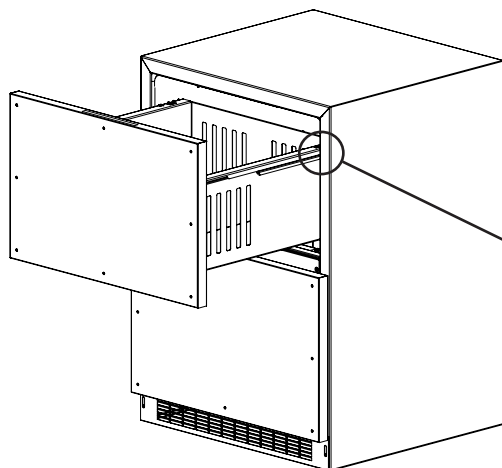
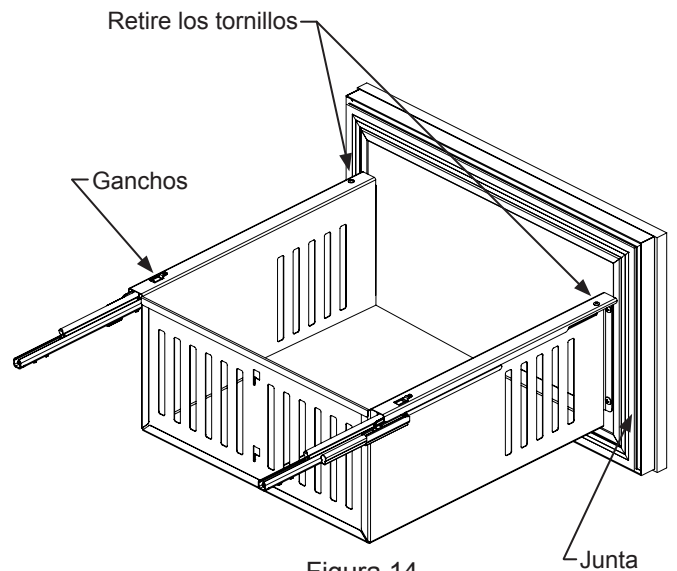

Figura 13
Figura 14
1. Comience desmontando la gaveta superior (vea la Figura 13). Quite los tornillos que sujetan la gaveta a las correderas (vea la Figura 14). Tire de la gaveta hacia delante, levante hacia arriba y hacia afuera para desenganchar los ganchos de la parte trasera de la gaveta. Mueva la gaveta hacia delante aproximadamente 1" (2,5 cm) y apóyela sobre las correderas. En la esquina trasera derecha de la gaveta desconecte el cable de la pantalla (vea la Figura 13). Desmonte la gaveta de la unidad levantándola y retirándola de las correderas. Repita el procedimiento para la gaveta inferior sin tener en cuenta las instrucciones referidas al cable pues no existe en la gaveta inferior.
2. Retire el separador de gaveta de la gaveta superior y quite la junta de la parte delantera de la gaveta. (vea la Figura 14). Para ello tire de la junta fuera del canal que la sujeta a la parte delantera de la gaveta. Podrá ver los agujeros pasantes para el montaje del panel decorativo (vea la Figura 18).